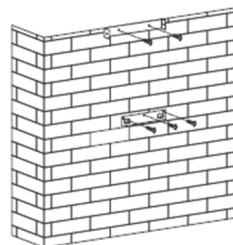

Рис. 2
3. После определения высоты установки просверлите 5 отверстий диаметром 8 мм в подходящем месте для размещения крюка и внутреннего кронштейна дымохода и держите их на одной линии. Фиксированное положение внутреннего кронштейна дымохода является самым высоким местом дымохода. См. рис. 2.
4. Прикрутите и закрепите крюк на стене с помощью 3 винтов (4 x 40 мм) и дюбелей, входящих в комплект. Затем используйте 2 винта ST4*40 мм, чтобы закрепить внутренний кронштейн дымохода. См. рис. 2.